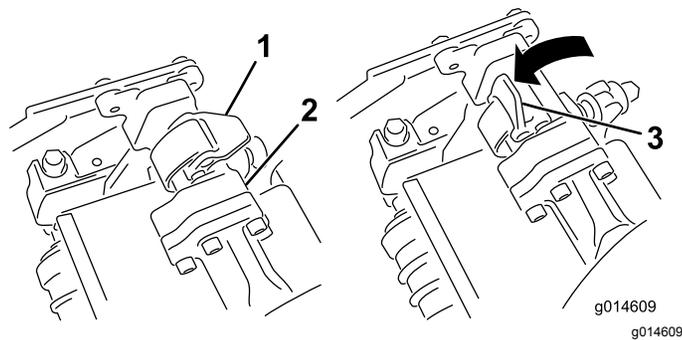
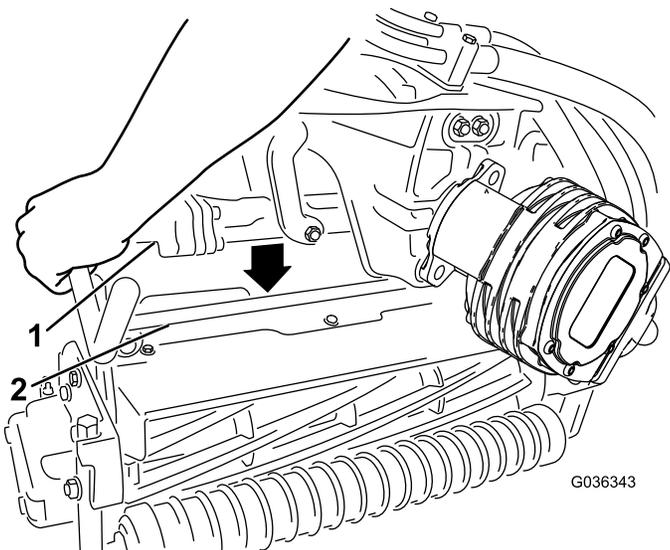

图48
图49
4. 当悬挂臂杆上的门锁指向上方即打开时图48向下压悬挂臂使悬挂臂杆与滚刀组上方的支架相契合图49。
5. 向下并绕着滚刀组横杆关闭门锁将它们锁定到位图48。
5. 打开您正在拆下的滚刀组悬挂臂上的门锁 图48。